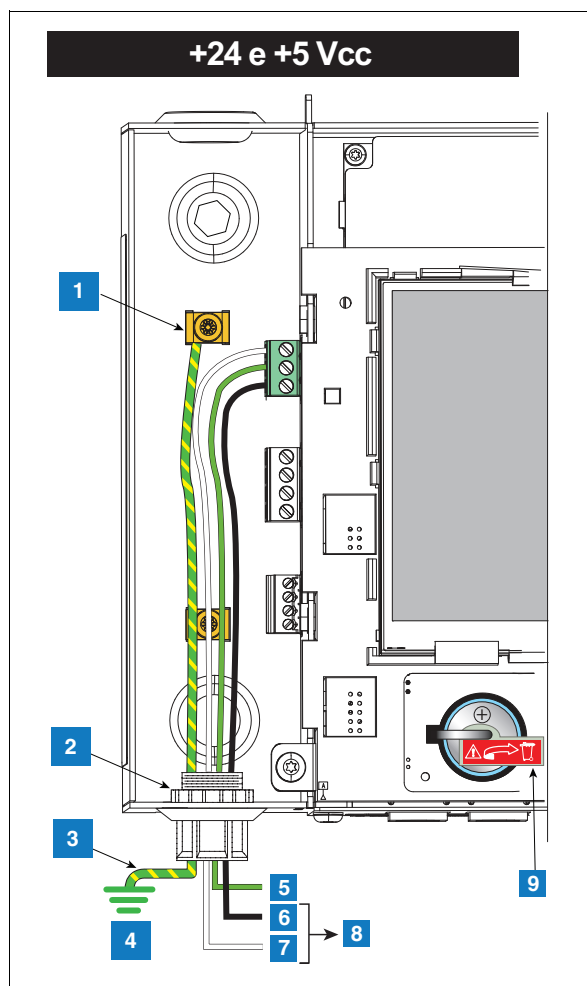

Figura 6. Cablaggio alimentazione CC alla console
2. Collegare i cavi di alimentazione CC come mostrato nella Figura 6.
LEGENDA DELLE CASELLE NUMERATE DELLA Figura 6